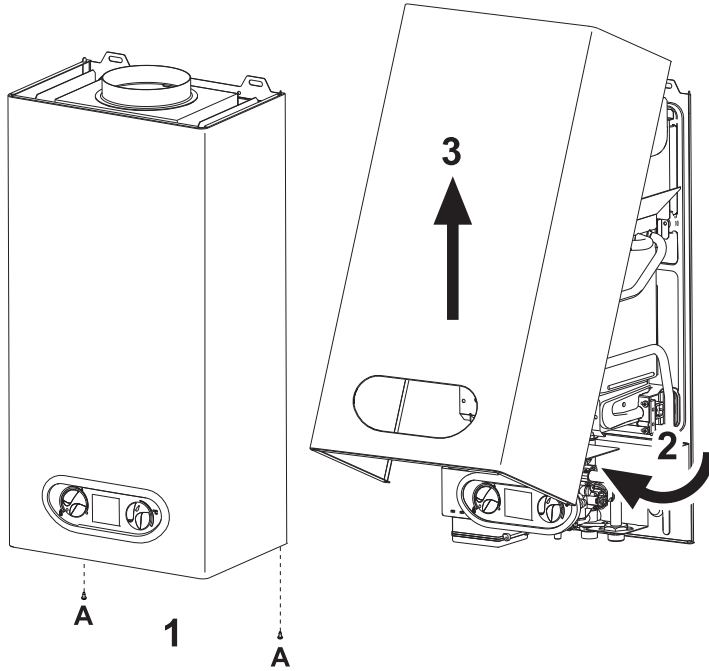

fig. 15 - Apertura de la cubierta
1. Desenrosque los dos tornillos A (fig. 15).